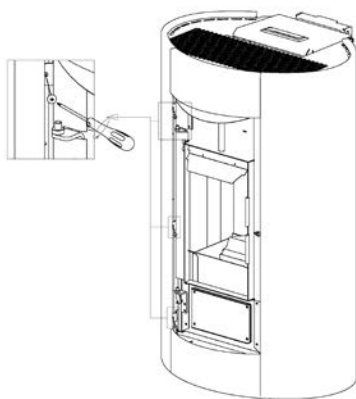
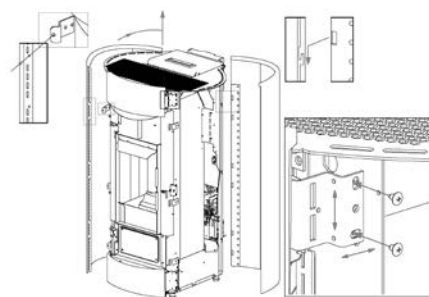

Fig. 60 - Tanden
Fig. 61 - Regelingen
- Voor de montage in omgekeerde zin te werk gaan. De frontpanelen kunnen zowel verticaal als horizontaal geregeld worden zodat ze overeenstemmen met de zijpanelen (zie **Fig. 60** en **Fig. 61**).